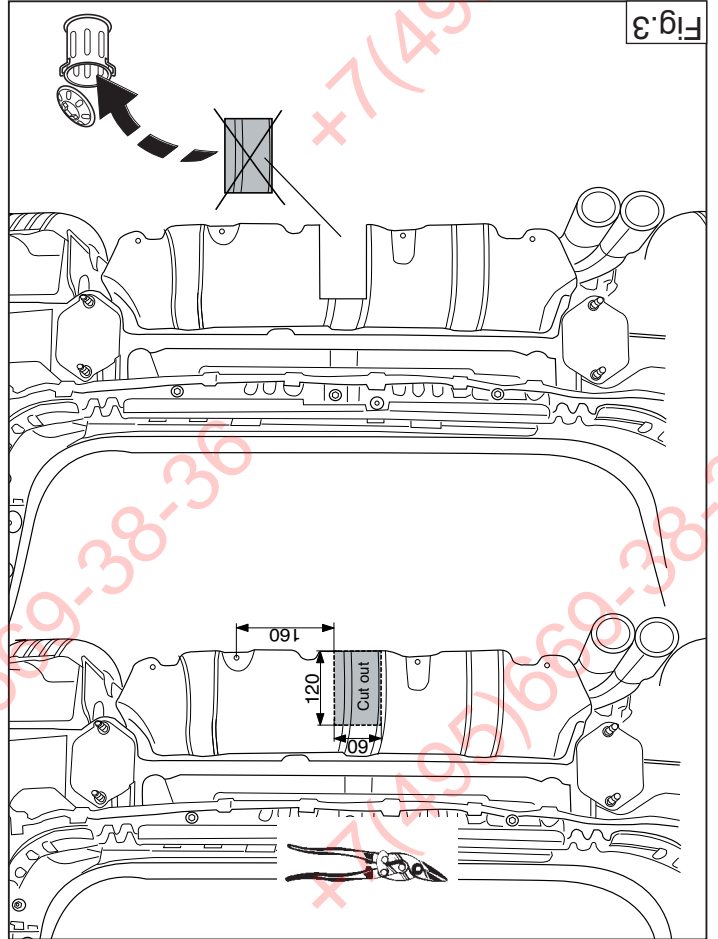

Fig.3
8. **If present:** Saw off the part of the heat shield denoted in figure 3.
7. **Falls vorhanden:** Sägen Sie das in Abbildung .3. angegebene Teil aus dem Hitzeschild.